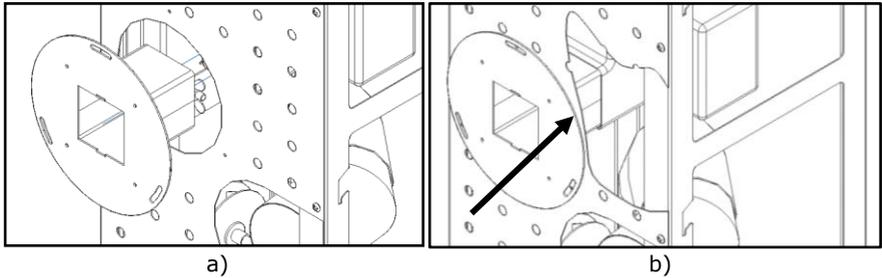

Figure 71 – Emboitement guide d'air
h) Monter le raccord "guide d'air canalisable" à l'arrière de l'appareil en s'assurant qu'il s'insère à l'intérieur de l'orifice de sortie d'air du ventilateur (Figure 71-b).